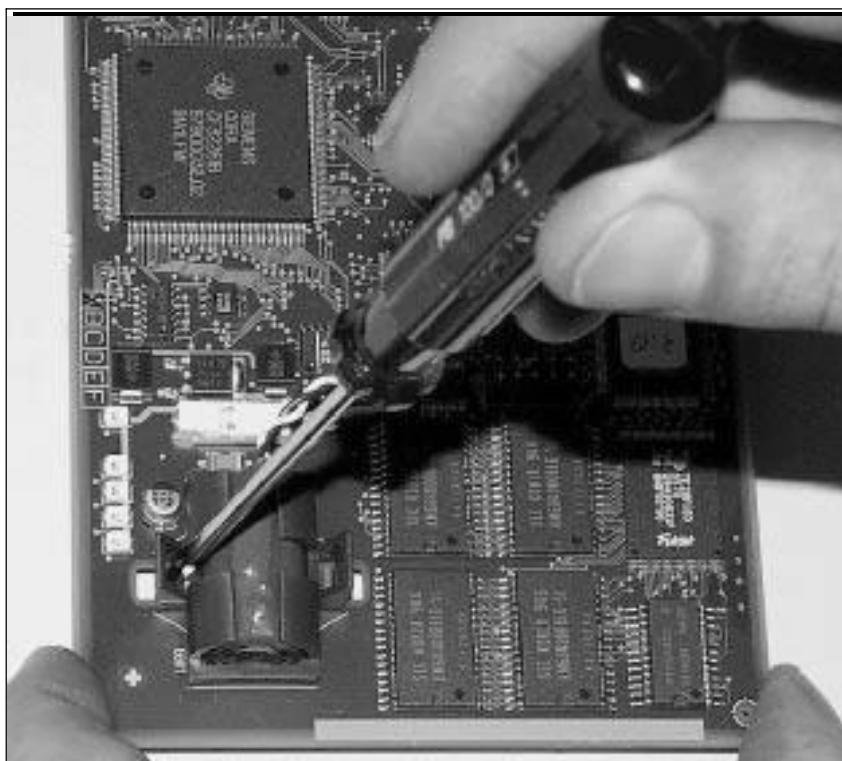

Рис. 2-4 Удаление держателя батареи
9. Удалить с помощью подходящей отвертки держатель батареи (см. рис. 2-4).